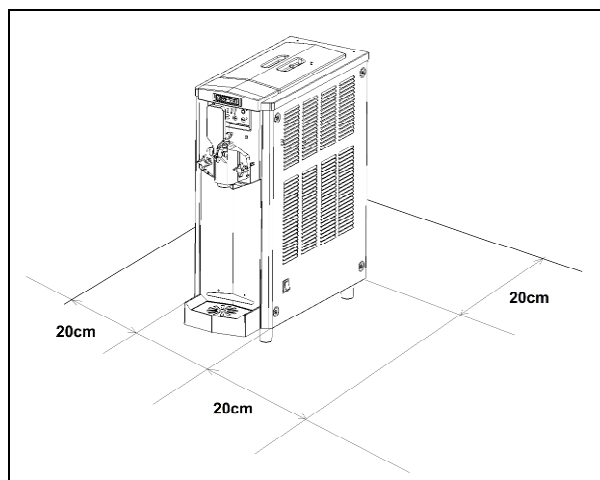

Fig. 27
b) Apoye el aparato sobre una superficie plana procurando que la carrocería del aparato esté bien ventilada, deje al menos 20 cm (8 pulgadas) de espacio libre en todos los lados a fin de permitir una buena ventilación (fig.27). Instale el equipo en un ambiente seco y evitar su instalación cerca de fuentes de calor.